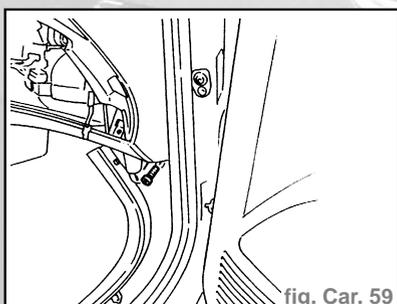

fig. Car. 59
- En agissant de façon appropriée dévisser les deux côtés la vis de fixation du tableau de bord à la coque (fig. Car. 59).